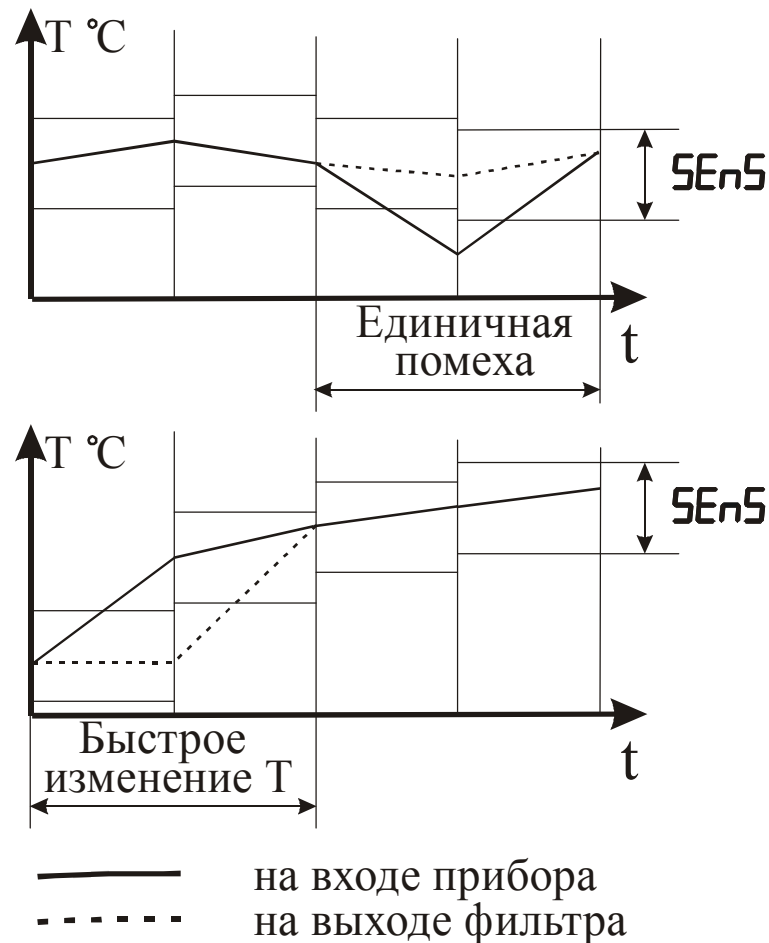

Рисунок 3.11 – Работа фильтра при воздействии случайной помехи и быстром изменении сигнала
3.3.3.8 С целью уменьшения влияния случайных импульсных помех на показания в прибор введена цифровая фильтрация. Работа фильтра описывается параметром “Полоса фильтра”. Если текущее значение температуры отличается от результатов предыдущего измерения на значение, которое превышает указанное в параметре “Полоса фильтра”, то проводится повторное измерение температуры, а на индикаторе остается старое значение (см. рисунок 3.11).